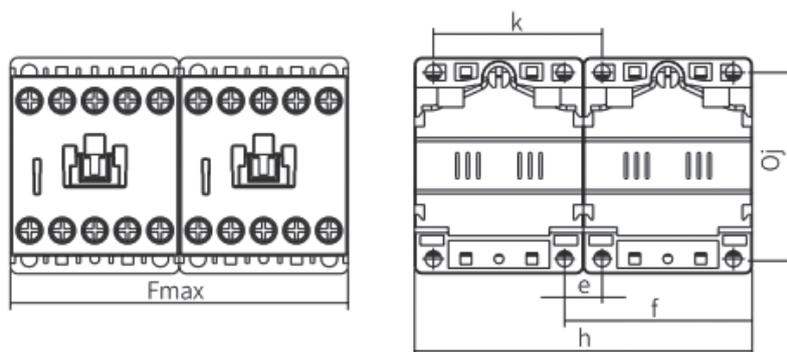

Рис.4. Габаритные и установочные размеры MC2K-06~16
**Рис. 4а.** Метод монтажа фронтального блока вспомогательных контактов
**Рис. 4б.** Метод демонтажа фронтального блока вспомогательных контактов
- ① Совмещается направляющая вспомогательного контактного блока с монтажной поверхностью контактора
- ② Вспомогательный контактный блок перемещается вниз до автоматического зацепления с контактором
- ① Отклоняется защелка вверх
- ② Перемещается по направляющей вверх для выхода и демонтажа